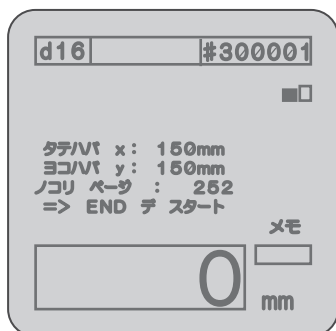
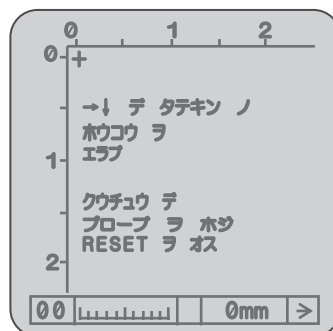

図55
図56
- □ グリッド デ ソクテイにカーソルを合わせSTARTキーを押してください。図55が表示されます。続いて、ENDキーを押してください。図56が表示されます。